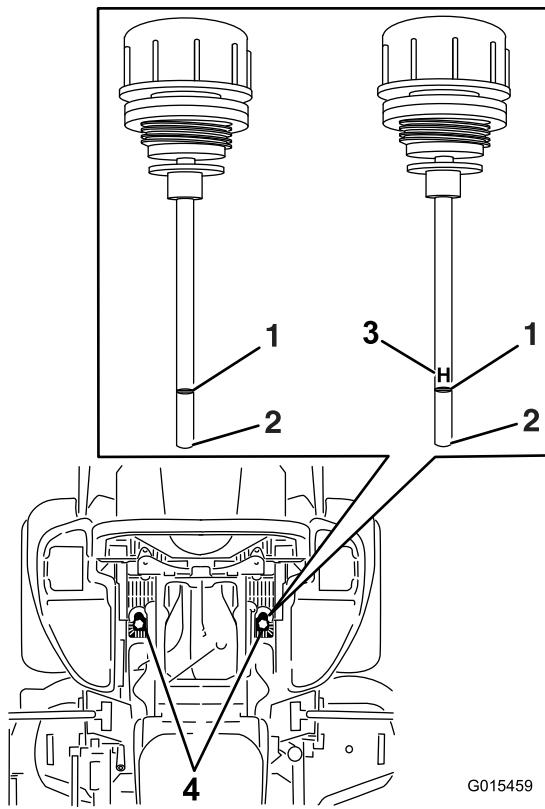

Figure 101
5. Nettoyez la surface autour des jauge des réservoirs du système hydraulique (Figure 101).
6. Sortez une jauge du réservoir hydraulique (Figure 101).
8. Ressortez la jauge et examinez l'extrémité (Figure 101).
9. Si le niveau de liquide est au repère minimum, versez lentement la quantité de liquide qui convient dans le réservoir hydraulique pour faire monter le niveau jusqu'au repère maximum (H).